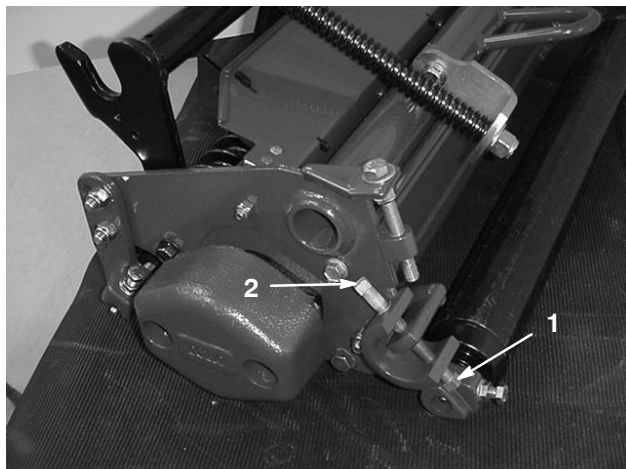

Fig. 5
2. Du justerar underkniven mot cylindern genom att först lossa på den nedre skruven på varje sida av klippenheten (fig. 5) och sedan dra åt den övre justeringsskruven på var sida av klippenheten. Genom denna justering placeras underkniven närmare cylinderknivarna. Justera tills lätt kontakt hörs i båda ändar av cylindrarna.
3. När du ställt in underkniven mot cylindern kontrollerar du att både de övre och nedre justeringsskruvarna är åtdragna i båda ändar av klippenheten (fig. 5).